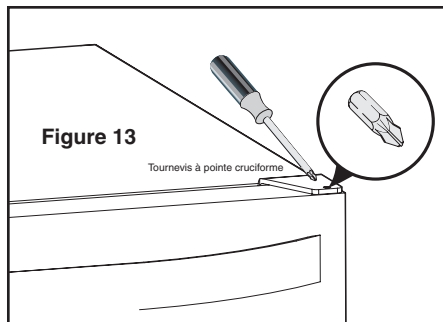

Figure 13
- 1 Enlevez l'axe de la charnière de la caisse à l'aide d'un tournevis à pointe cruciforme (Figure 13). Enlevez la porte en la faisant basculer vers l'avant et en la soulevant pour la dégager de l'axe de la charnière inférieure.